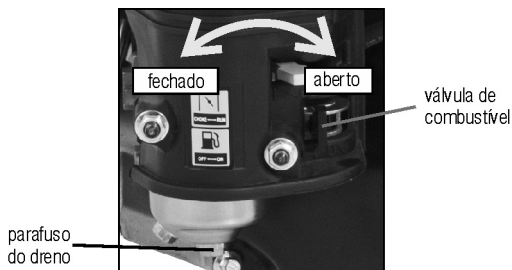

Fig. 14 – Parafuso do dreno
- 2 – Posicione a válvula de combustível para posição OFF (fechada) (fig. 14);
- 4 – Com auxílio de uma chave remova o parafuso do dreno (fig. 14);
5 – Posicione a válvula de combustível para posição ON (aberta) (fig. 14) e drene todo o combustível para evitar a formação de resíduos no sistema de combustível;